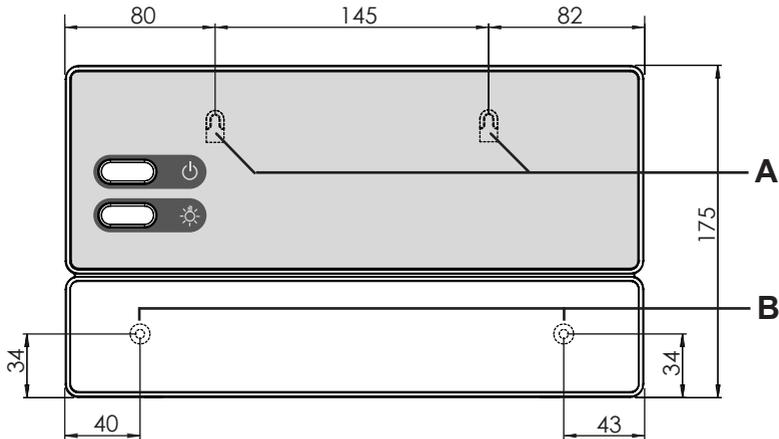

Fig. 2 Posição do dispositivo de suspensão e dos orifícios de montagem (dimensões em mm)
1. Enrosque dois parafusos de fenda em cruz (16 mm) na parede da sauna, até uma distância de 7 mm, a uma altura de aprox. 1,70 m. Ambos os parafusos têm de ficar a uma distância de 145 mm entre si (ver **Fig. 2**).
3. Engate o comando de sauna com a ajuda do dispositivo de suspensão **A** nos parafusos de fenda em cruz montados (ver **Fig. 2**).
4. Enrosque dois parafusos de fenda em cruz (16 mm) nos orifícios de fixação inferiores **B** (ver **Fig. 2**).